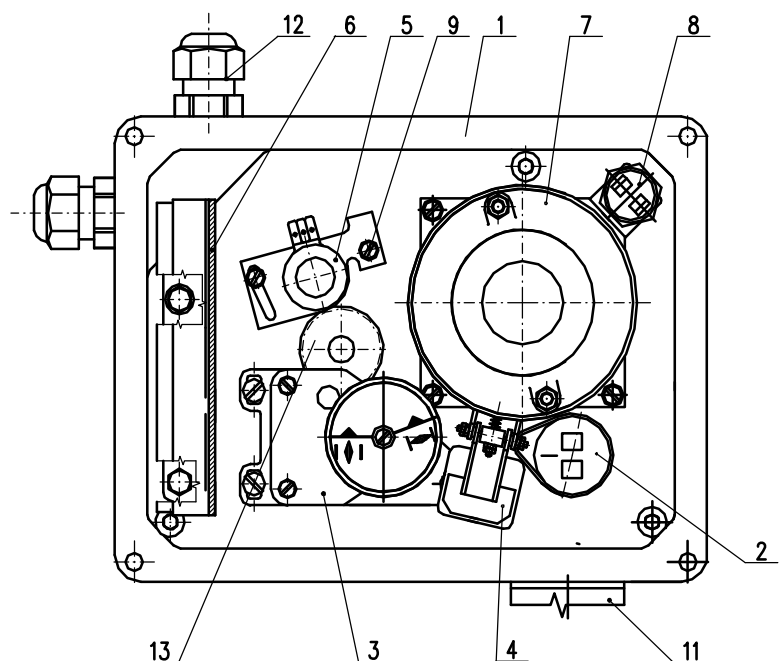

Рис.4
Эта глава описывает установку прибора на высокоспециальные параметры в случае, если произошла перестановка некоторого элемента прибора. Размещение устанавливаемых элементов пульта управления изображено на рис.4.
4.2 Установка узла положения и сигнализирования (рис.4)